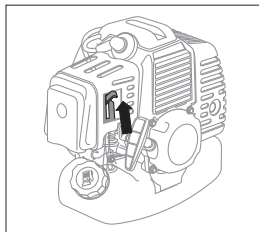

рис. 9
4. Переведите рычаг воздушной заслонки в верхнее положение - «/» «Закрыто» (рис. 9).
7. Переведите рычаг воздушной заслонки (рис. 9) в среднее положение.